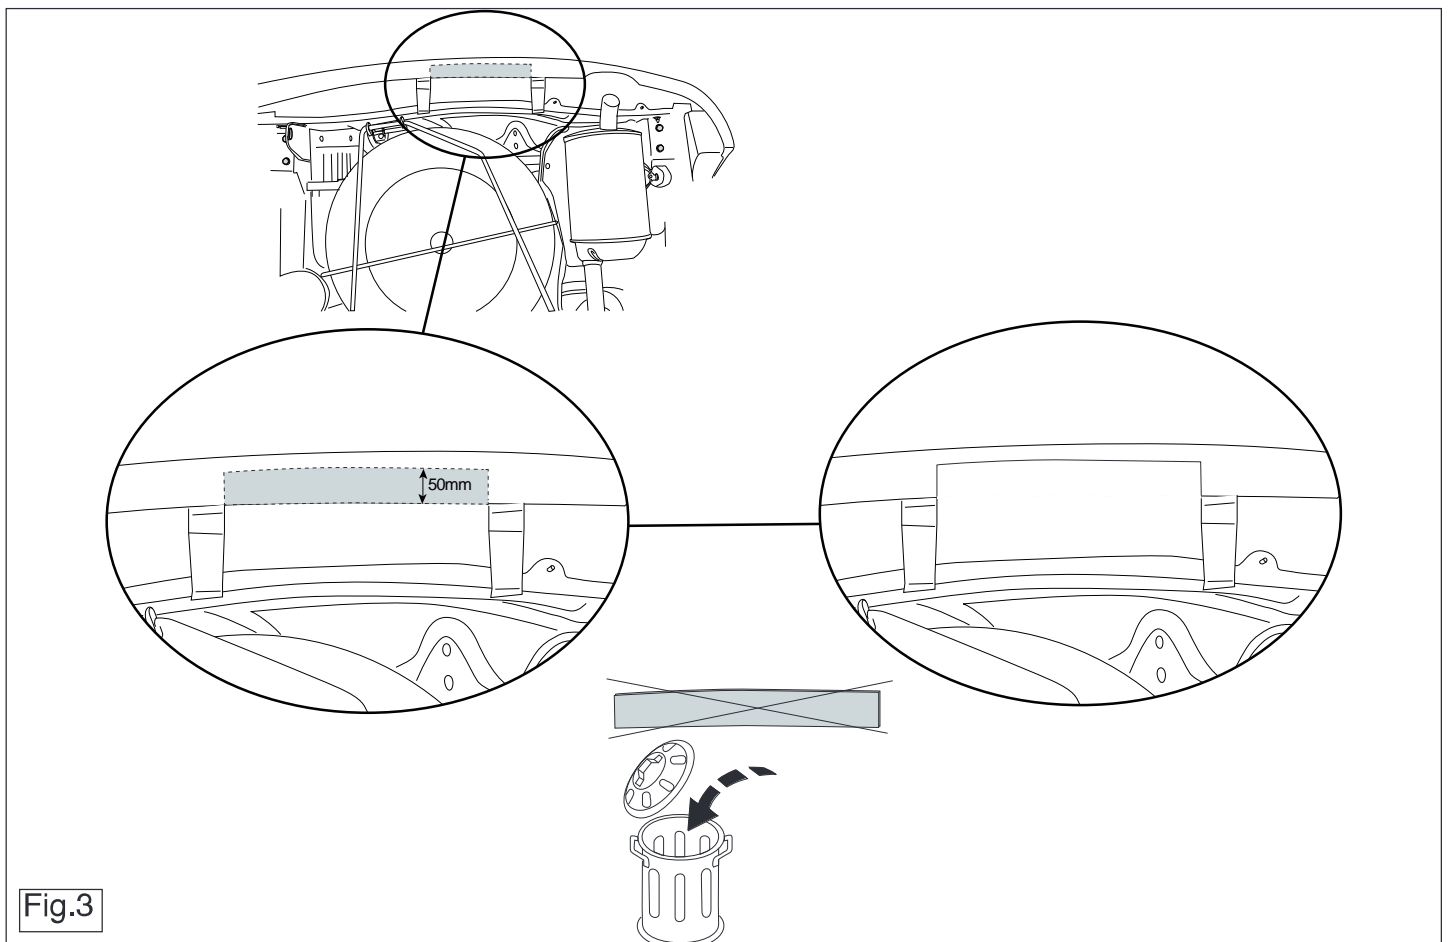

Fig.3
5. Saw out the indicated section in accordance with figure 3 and 4.
5. Gemäß Abb. 3 und 4 das angegebene Teil abschneiden.
5. Découper la partie indiquée conformément à la figure 3 et 4.
5. Выпилить обозначенную часть, как указано на рис. 3 и 4.